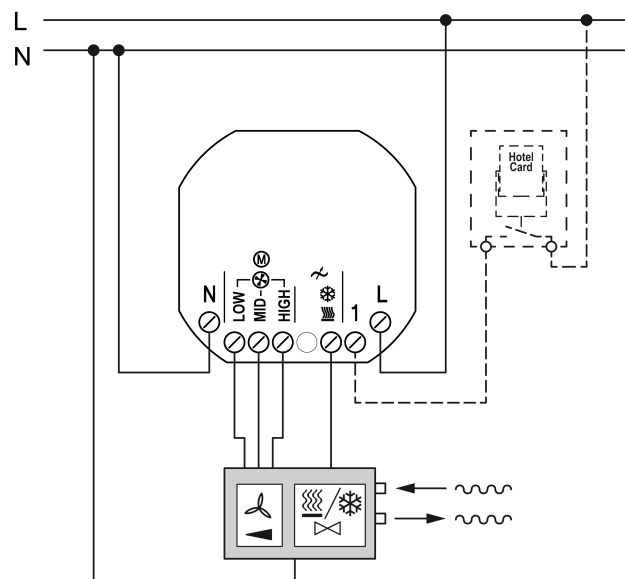
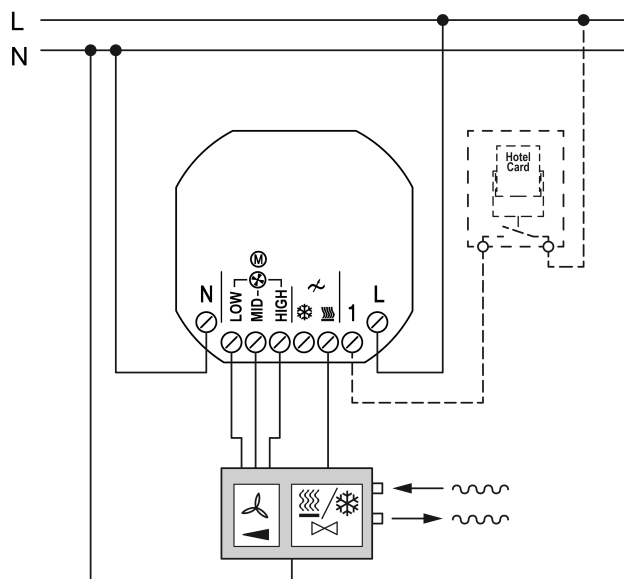

Bild 4: Anschluss 2-Rohr-Gebläsekonvektor mit Hotelcard-Schalter
Bild 5: Anschluss 2-Rohr-Gebläsekonvektor an 4-Rohr-Fan-Coil-Regler
- (8) Netzteil
- (9) Rahmen
- (10) Aufsatz
- Gebläsekonvektor für 2-Rohr-Betrieb an Netzteil-Variante 2-Rohr (Bild 4) oder 4-Rohr (Bild 5) anschließen.